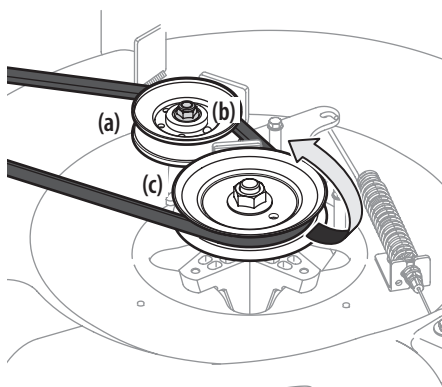

Figure 35
7. Desserrez le contre-écrou à bride (b) qui fixe la poulie de tension (sur les plateaux de coupe de 24" seulement) (a) afin de créer assez d'espace pour retirer la courroie. Retirez la courroie autour de la poulie d'entraînement (c) et de la poulie de tension (a) du plateau de coupe. Voir Figure 35.